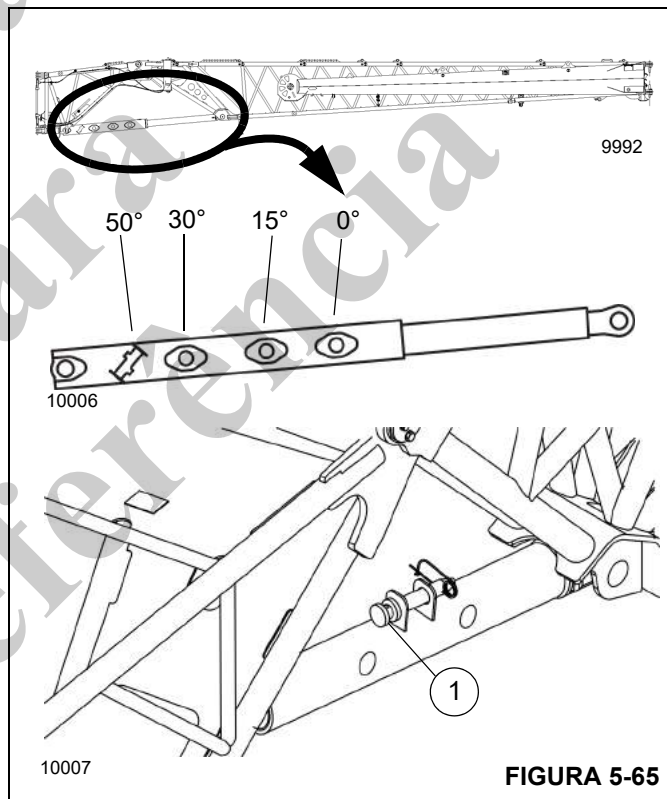

FIGURA 5-65
A extensão da lança pode ser ajustada manualmente para as posições mostradas na Figura 5-65.
2. Eleve ou abaixe a extensão com o guindaste auxiliar até que o pino de ajuste (1, Figura 5-65) possa ser instalado na posição para o ângulo necessário.
6. Remova o pino de deslocamento (1, Figura 5-65). Abaixue o cabeçote de extensão da lança sobre as madeiras ou a estrutura, conforme necessário, para facilitar a remoção do pino.